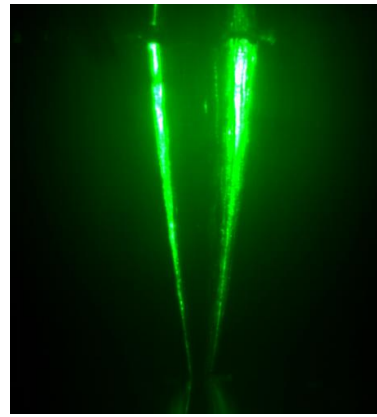

Fig. 3 Vista de la aguja de ajuste focalizada, a través del microscopio de medición.
- La aguja de ajuste se inserta en la placa superior del condensador de placas y el microscopio se enfoca en la aguja (ver Fig. 3). Para ello se elige la intensidad de luz apropiada y se reajusta la altura del microscopio de medición por medio del ajuste vertical.